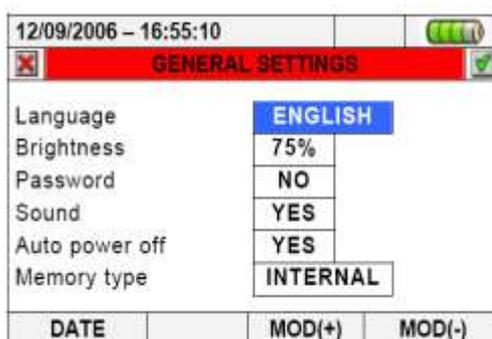

Рис. 9: Экран «Общие настройки» (**General settings**)
1. Нажмите кнопку **F1** или нажмите на дисплее надпись **DATE** (дата), показанную на экране измерительного прибора, на рис. 9.: